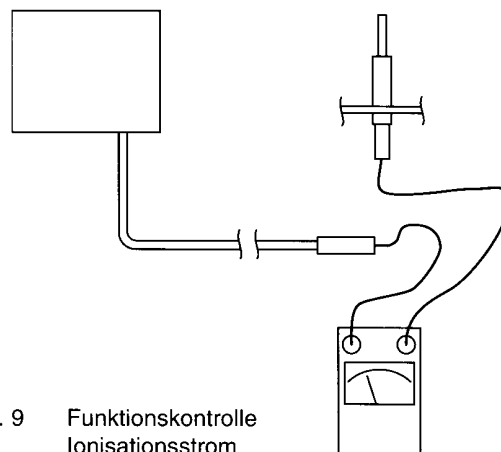

Abb. 9 Funktionskontrolle Ionisationsstrom
- Alle Regel- und Sicherheitseinrichtungen einer Funktionskontrolle unterziehen (siehe Abb. 9).